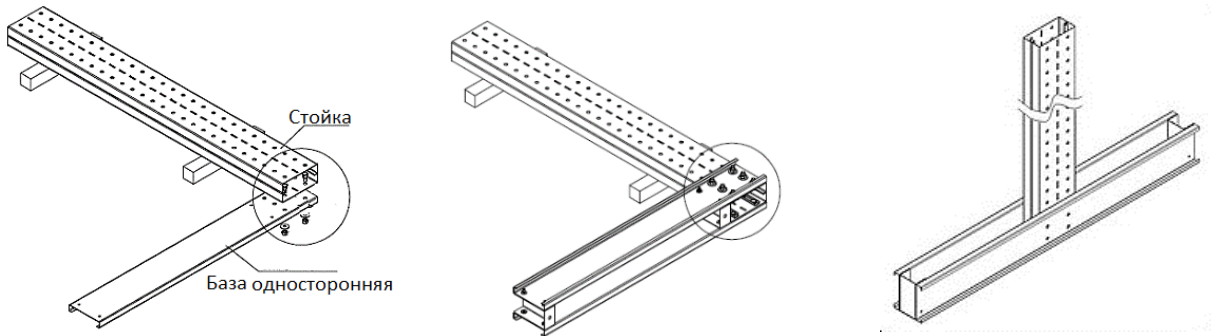

Рис.3
5.1. Позиционировать стойку (колонну) горизонтально (рис.3) и с помощью 12 комплектов болтов, гаек и шайб М8х20 закрепить между двух с-образных профилей базы (основания), затянув соединения (по 6 комплектов метизов на каждый с-образный профиль).